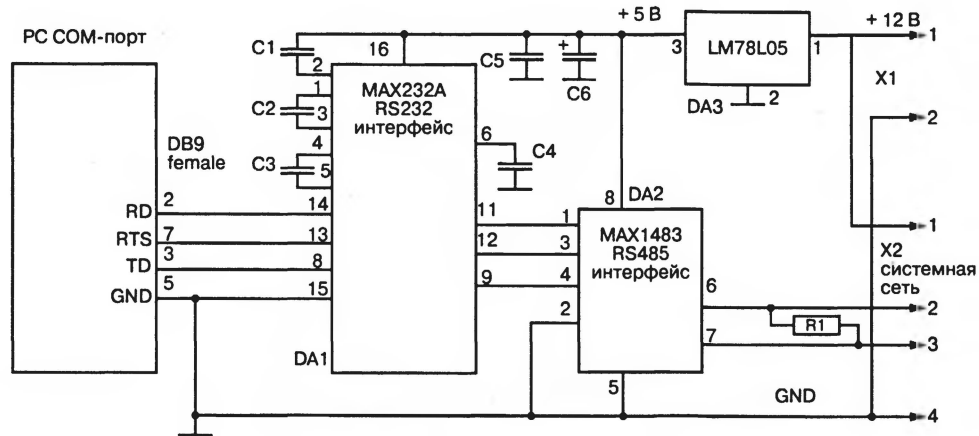

Рис. 1.30. Схема конвертера RS232–RS485
**Конвертер RS232–RS485** – нужен для общения компьютера со всеми модулями системы. Он также несложен в сборке, поскольку представляет собой пару микросхем с небольшим количеством дополнительных элементов. Я использовал только один резистор 120 Ом в линии. При длинной линии (в сотни метров) такой же резистор желательно поставить на конце линии, выполнив ее витой парой (рис. 1.30).